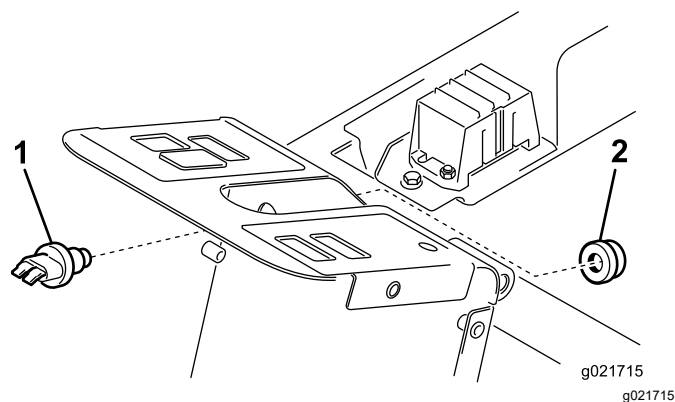

Figura 6
2. Inserite l'interruttore dell'avvisatore acustico nel foro del piantone dello sterzo (Figura 6).
3. Fissate l'interruttore dell'avvisatore acustico sul piantone inserendovi il pulsante dell'avvisatore acustico in gomma (Figura 6).